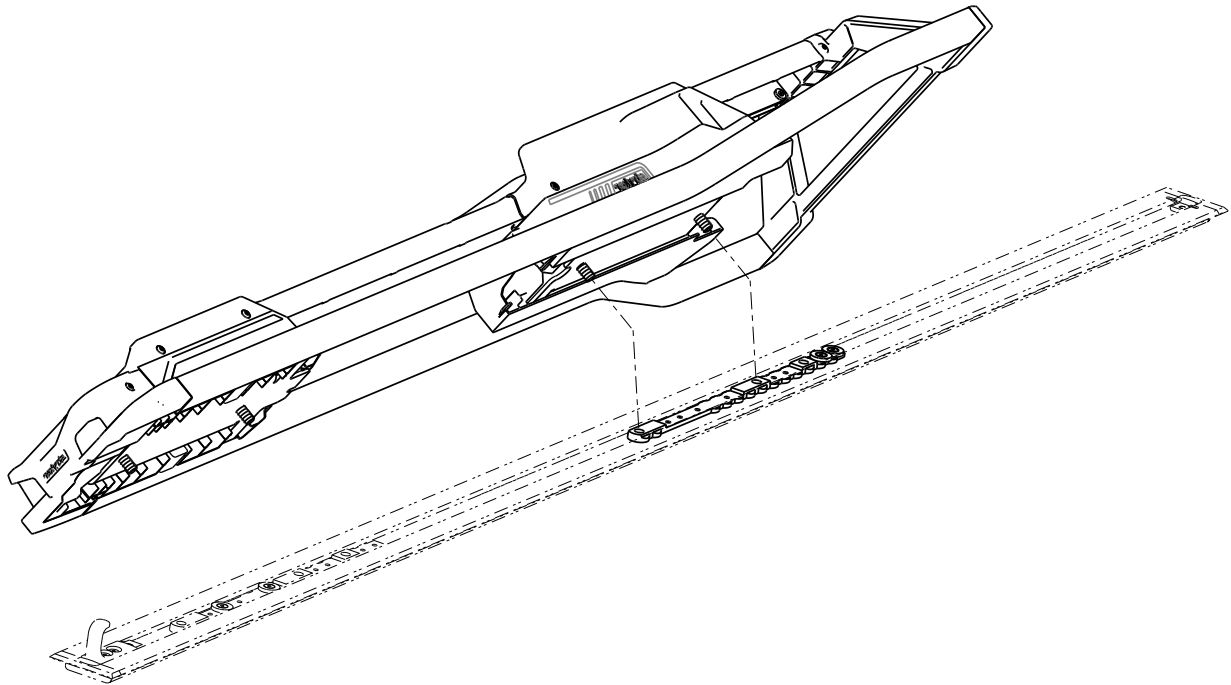

Figura 5 – Alineación del Performance-LOAD
1. Coloque el **Performance-LOAD** sobre el conjunto de la placa de suelo. Alinee los dos pernos del extremo de la cabeza con los dos orificios de la regleta de ajuste (Figura 5).